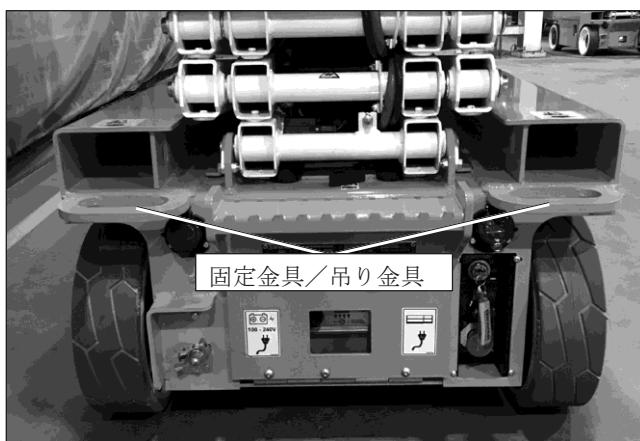

図10.4 - シャーシ後ろ側
2. 前側の吊り金具および後ろ側の吊り金具（図10.2、図10.4を参照）を点検し、クラック等がなく、良好な状態にあることを確認します。吊り金具は、シャーシ後ろ側に2つ、前側に2つあります。何らかの損傷がある場合は、有資格サービス技術者による修理が済むまで、本機をホイストで吊り上げないでください。